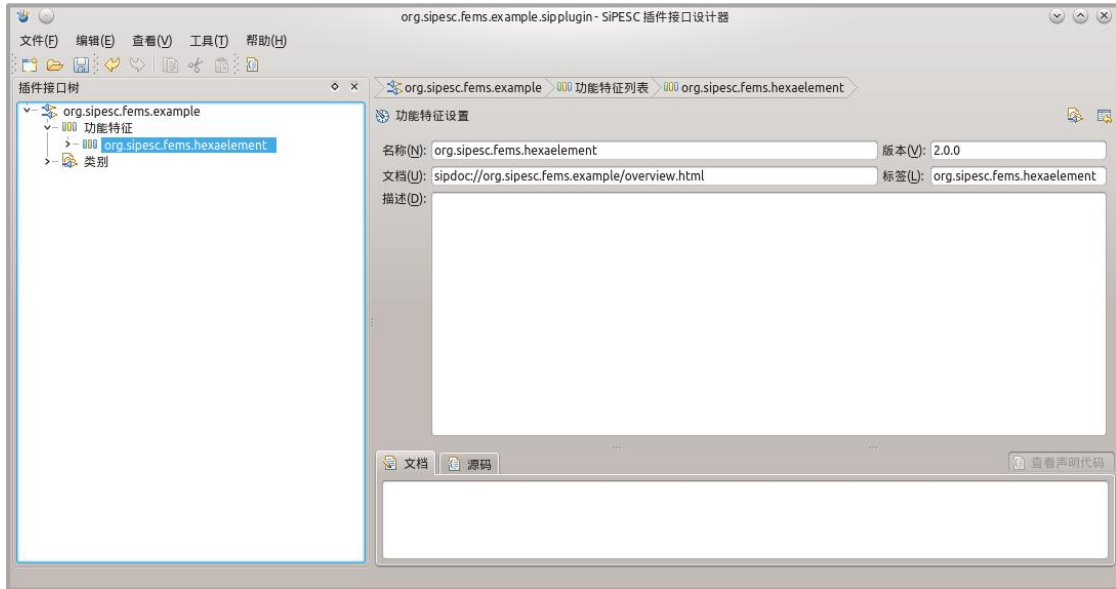

图 3-2
2. 添加新的“功能特征”，其名称对应所添加的单元名称，如图 3-2。